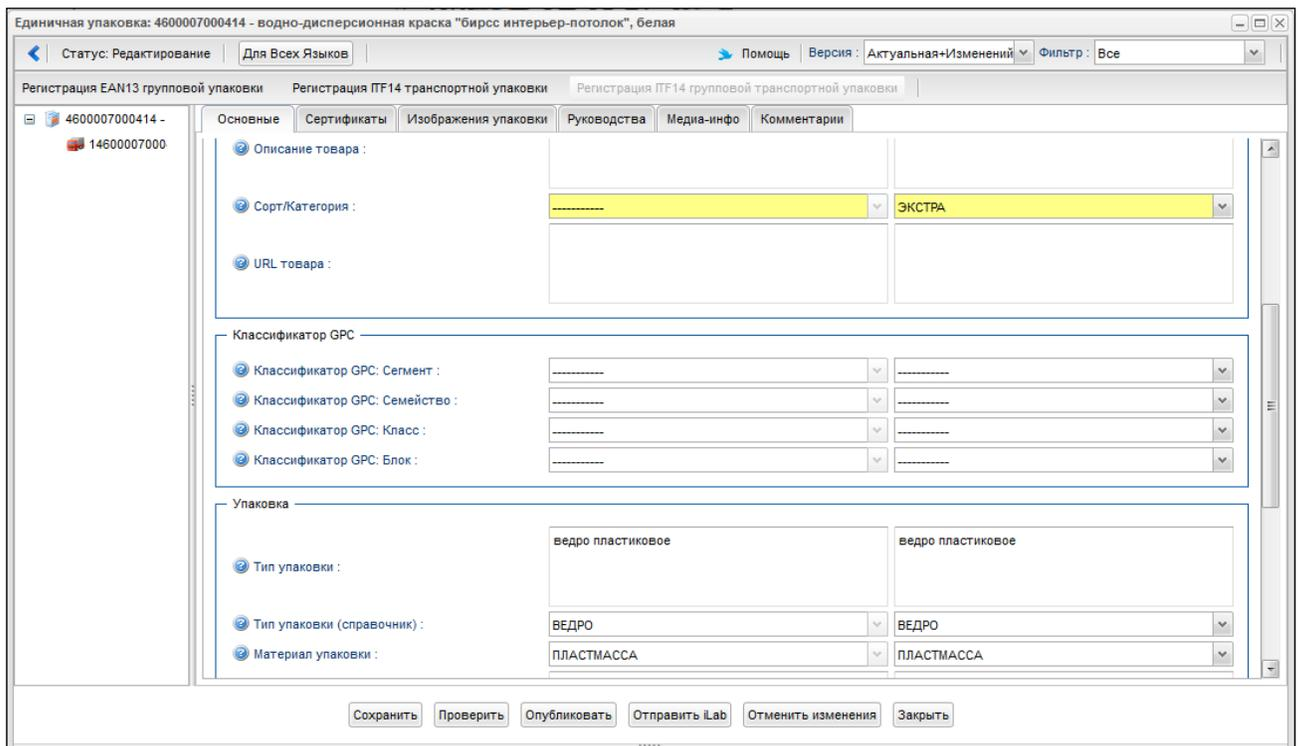

Рис.13. Режим сравнения версий.
- «Актуальная+Изменений» - запустится режим сравнения значений между актуальной и версией изменений, как показано на Рис.13, ниже: